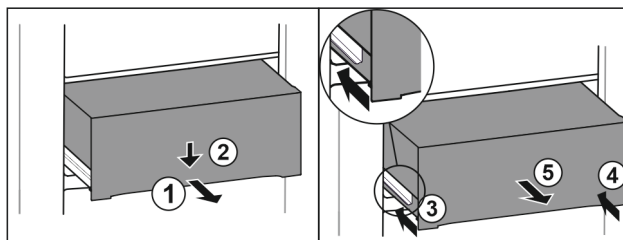

Fig. 64
- Вытяните выдвижной ящик наполовину. Fig. 64 (1)
- Вдавите выдвижной ящик в передней части вниз. Fig. 64 (2)
- Задвиньте левую направляющую прим. на 2 см. Fig. 64 (3)
- Задвиньте правую направляющую прим. на 2 см. Fig. 64 (4)
- Извлеките выдвижной ящик движением вперед. Fig. 64 (5)